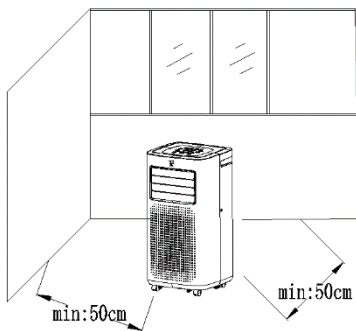

Fig. 1
- Coloque o aparelho numa superfície plana, perto de uma tomada adequada, mantendo, no entanto, pelo menos 50 cm de distância face a outros objetos (ver fig. 1).